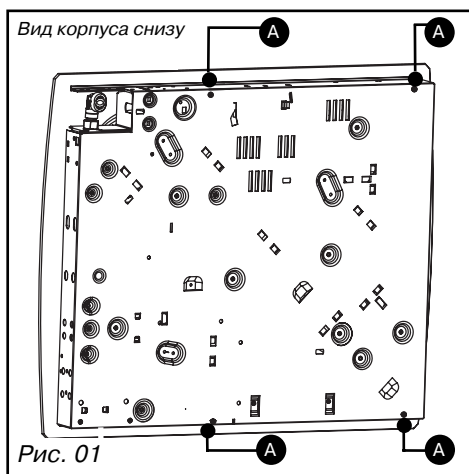
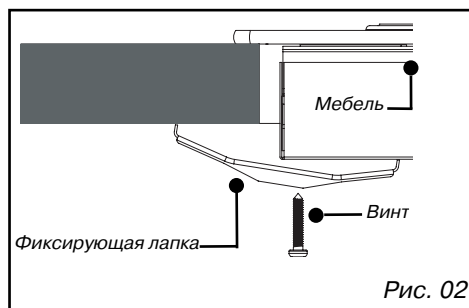

Рис. 01
Рис. 02
Руководствуйтесь схемой (Рис. 01).
- Чтобы обеспечить герметичность между варочной поверхностью и рабочей поверхностью приклейте уплотнитель из пеноматериала, по внешнему контуру варочной поверхности (Рис. 02)
- Вы можете заблокировать поверхность по Вашему желанию с помощью фиксирующих лапок, поставляемых вместе с винтами (рис. 02), по углам корпуса. **Используйте отверстия, специально предусмотренные для этого и обозначенные на рисунке выше** (Рис. 01).
- **Подсоединение с помощью гибкого металлического волнообразного шланга (из нержавеющей стали)** с завинчивающимися механическими насадками (в соответствии с нормой NF D 36-125), срок службы которого неограничен (рис. 01).
- **Подсоединение с помощью гибкого резинового шланга**, усиленного завинчивающимися механическими насадками (в соответствии с нормой XP D 36-112), срок службы которого составляет приблизительно 10 лет (рис. 02).